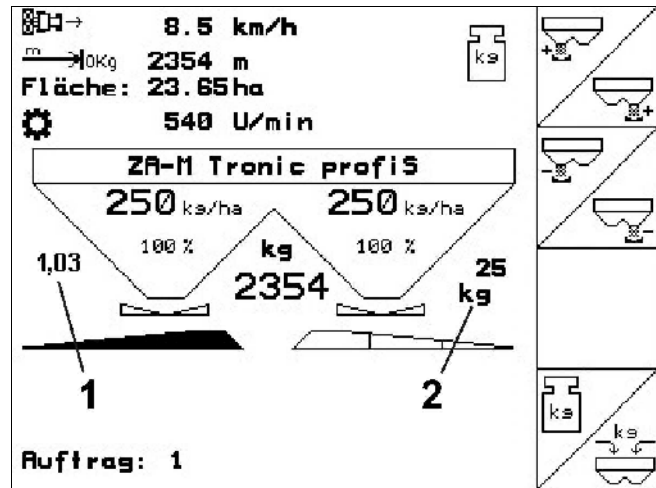

Fig. 43
El valor de calibración (Fig. 43/1) es continuamente calculado nuevamente mediante el pesaje online y la cantidad teórica distribuida. La posición de corredera es adaptada online.
- Factor momentáneo de calibración (Fig. 43/1).
- Cantidad distribuida desde la última calibración online (Fig. 43/2).
(Indicación Fig. 43/2 se apaga).